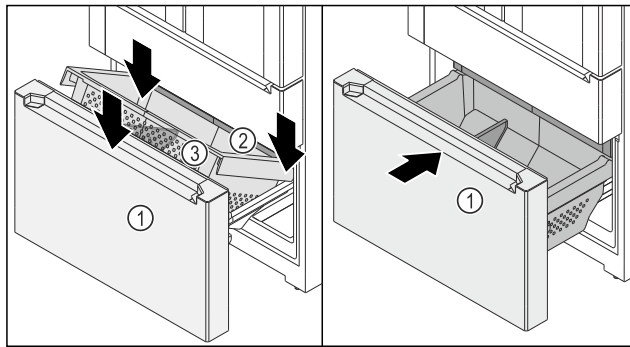

Fig. 152
- Vyťahovací vozík Fig. 152 (1) je vytiahnutý.
- Zásuvka Fig. 152 (2) je zasunutá.
- ▶ Nasadte nádobu Fig. 152 (3) vzadu na koľajničky vpravo a vľavo.
- ▶ Spustite nádobu Fig. 152 (3) vpredu tak, aby nádoba Fig. 152 (3) obklopovala koľajničky vpravo a vľavo.
- ▶ Zasuňte vyťahovací vozík Fig. 152 (1).